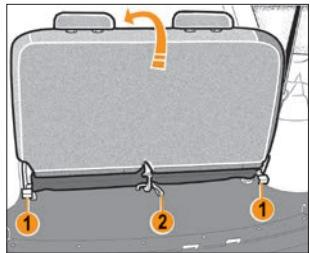
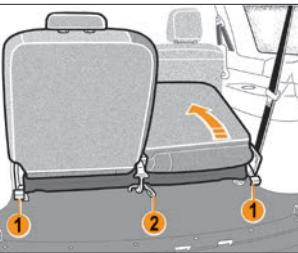

Рис. 2.3.2. Складывание сиденья третьего ряда
Рис. 2.3.3. Складывание сиденья третьего ряда по частям
В вариантом исполнении спинка сиденья третьего ряда складывается целиком (рис. 2.3.2) либо по частям (рис. 2.3.3) в соотношении 50/50.
- потяните за ручки **1** (см. рис. 2.3.2, 2.3.3) и сложите спинку сиденья.